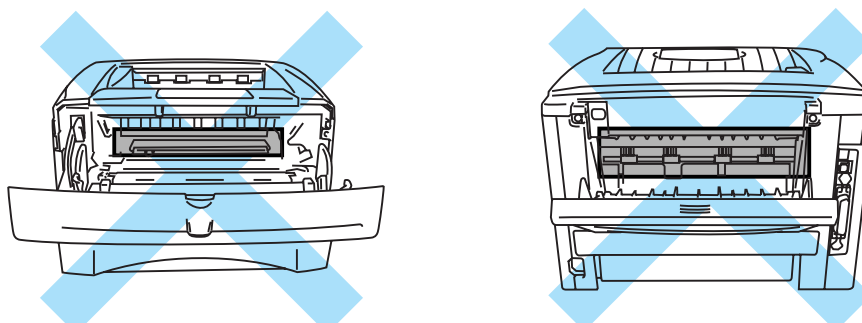

Figure 6-2
- ⚠** Juste après l'emploi, certains composants internes de l'imprimante atteignent une température extrêmement élevée. Quand vous ouvrez le capot avant ou le plateau d'éjection arrière de l'imprimante, vous ne devez en aucun cas toucher les parties qui sont représentées en grisé dans la figure 6-2.